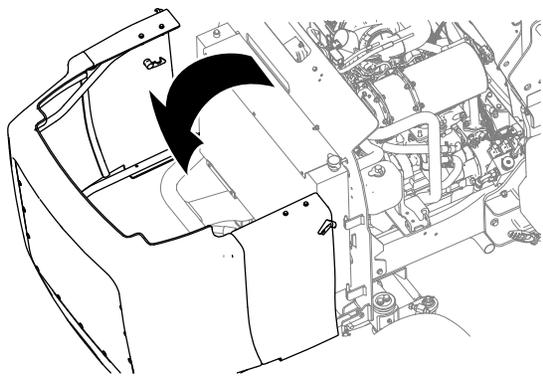

Figura 66
5. Destranque e abra o capot (Figura 66).